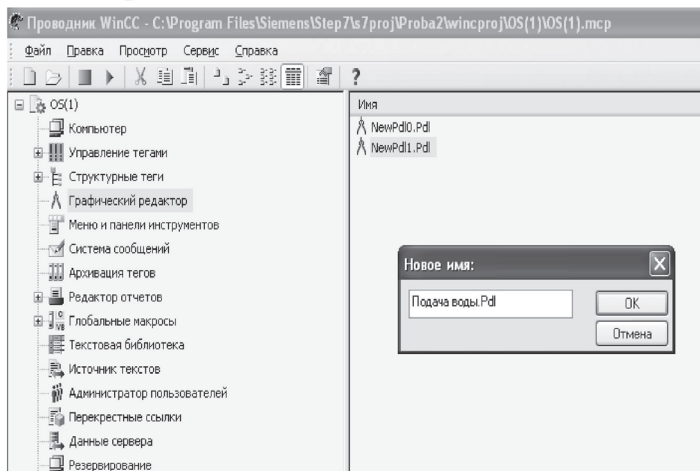

Рис. 3.6. Переименование графического кадра
2. Кликаем правой клавишей по вновь созданному кадру и переименовываем его (рис. 3.6).